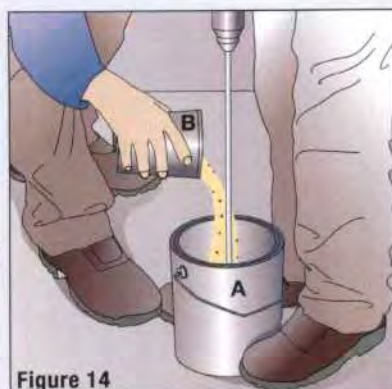

Figure 14
- Préparer le primaire bicomposant en mélangeant les bidons pré-dosés A et B (figure 14).